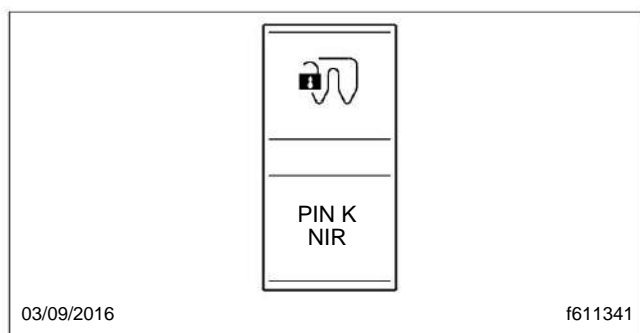

Fig. 20.9, Interruptor de liberación del perno rey
2. Presione y mantenga presionado el interruptor de liberación del perno rey (Fig. 20.9) durante un mínimo de 3 segundos. El sistema aplicará aire durante 20 a 30 segundos para asegurar que el pivote central se desbloquee. Cuando el kingpin está desbloqueado, se muestra una notificación; véase la figura 20.10.